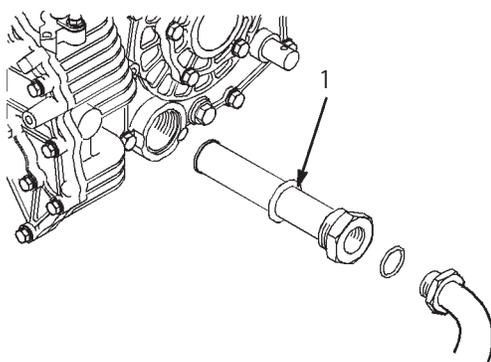

図44
1. 図44のように、サポート・シャフトと蝶番プレートのボール座に手でグリスを塗りつける。
2. スプリングの下にあるニップル（図44）にポンプでグリスを注入する；ピボット・アセンブリの下からグリスがはみ出てくるのが見えるまで入れる。